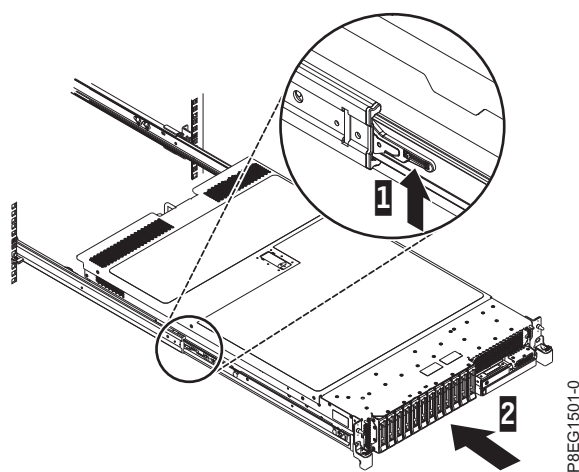

図 8. リリース・ラッチを持ち上げて、サーバーをラックに押し込む
3. スライド・レールにある青色のリリース・ラッチ **(1)** を引き上げ、サーバー **(2)** を所定の位置に収まるまでラックの中に押し込みます。 詳しくは、図 8 を参照してください。